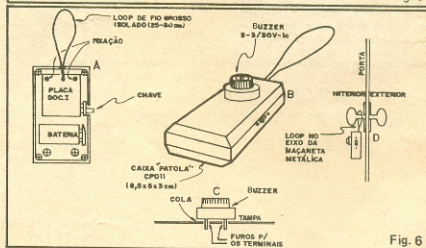

Fig. 6
A fig. 6 dá, nos itens (A), (B) e (C), detalhes práticos do "encaixamento" do circuito no container sugerido em "OPCIONAIS/DIVERSOS". Notar que os furos da placa de Circuito Impresso já estão dimensionados e espaçados de modo a "casar" com as torres de fixação existentes no interior da caixa. O arranjo é bastante prático,
Quanto à instalação, nada mais simples: a fig. 6-D mostra o "mapa da mina", com o loop do ALMA pendurado no eixo interno da maçaneta, ficando o conjunto auto-sustentado (eventualmente será necessário em novo e definitivo ajuste no trimpot, já que o ALMA posicionado no seu local de trabalho...).